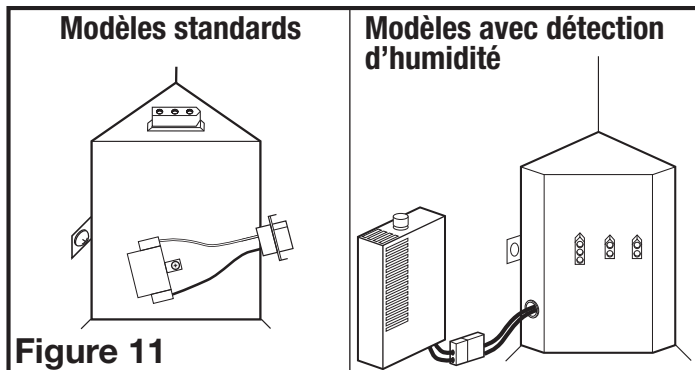

Figure 11
- 3b. **MODÈLES AVEC DÉTECTION D'HUMIDITÉ:** branchez les câbles à 2 broches du ventilateur et les câbles à 3 broches de connexion rapide du moteur dans la prise correspondante située sur le couvercle du compartiment de fil. Connectez le connecteur à deux broches du compartiment de l'hygrostat au connecteur à deux broches du côté du couvercle du logement de fil. Ces câbles ne s'adaptent que dans un sens dans les réceptacles (Figure 11).